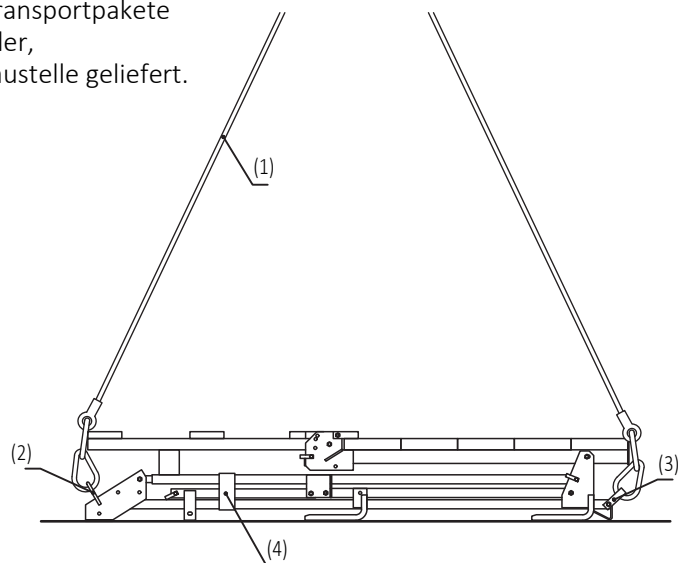

Bild 4.1.1
- 1 Transportpaket einzeln oder als Block bis zu 6 Einheiten per Kran vom Transportfahrzeug abheben. Dazu Vierfach-Seilgehänge (1) an der Anschweißöse des Konsolfußpunktes (2) und am Kranhakenbügel (3) der beiden äußeren Konsolen einhängen (Bild 4.1.1).